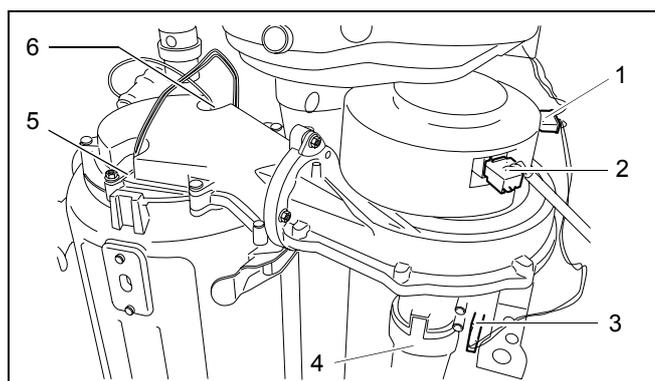

Fig. 38 Retirez la fiche du ventilateur et du bloc gaz
- Retirez la fiche (fig. 38, pos. 1, 2 et 3) de l'unité air/gaz.
- Démontez le tuyau d'aspiration d'air de l'unité air/gaz (fig. 38, pos. 4).
- Retirez la fiche de la cheville d'ionisation (fig. 38, pos. 6) et de l'allumeur à incandescence (fig. 38, pos. 5).